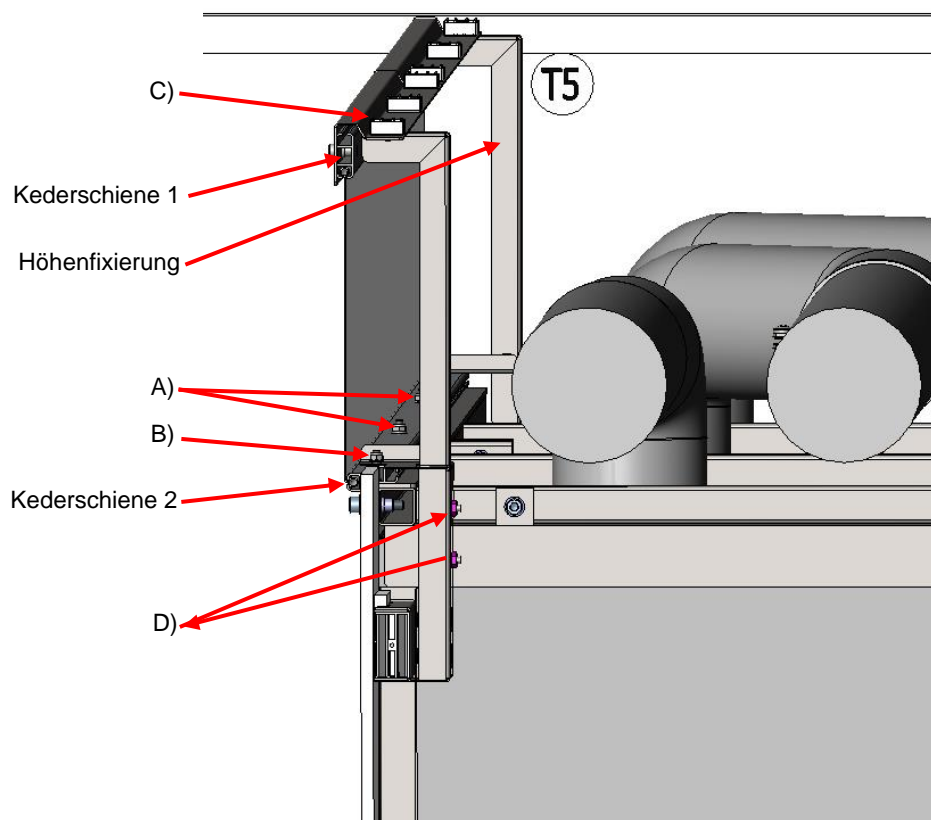

Abb. 16: Arbeitsschritte zur Montage der Verkleidung oben
- ◆ Lockern Sie die Zylinderschrauben (A) an der Rückseite des Andrückprofils.
- ◆ Hängen Sie das Andrückprofil in den Winkel der Höhenfixierung (siehe Abb. 16:) ein.
- ◆ Drücken Sie gleichzeitig das Andrückprofil gegen das RDG. In dieser Position ziehen Sie die Zylinderschrauben (A) fest.